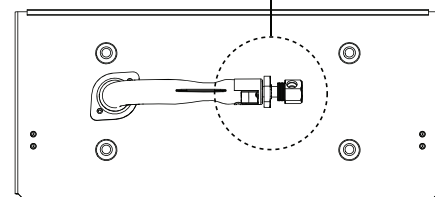

FIG. 3: Vue de Dessous du Brûleur
- ☐ 5. Avant de remettre l'assemblage du brûleur en place, assurez-vous d'ajuster l'ouverture du volet d'air (**Fig. 3**). Voir le tableau de réglage de venturi sur la prochaine page pour plus de détails.